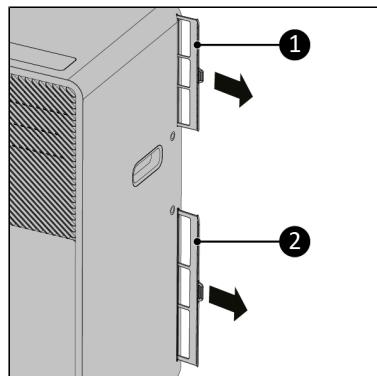

Abbildung 51.
3. Das Gerät verfügt über zwei Filter im Geräteinneren. Ziehen Sie beide Filter (Abbildung 51, Pos. 1 & 2) seitlich aus dem Gerät heraus.